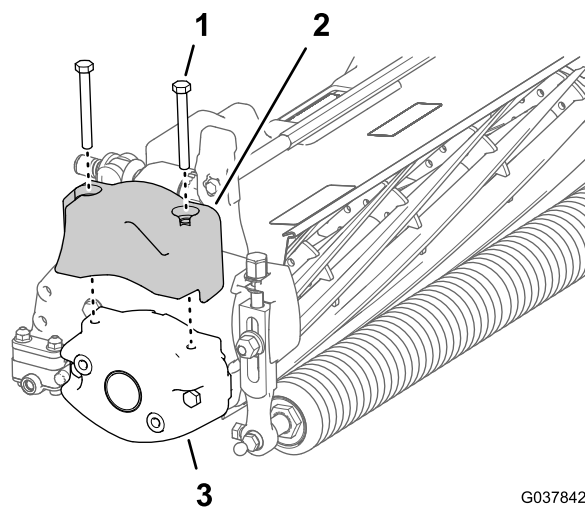

Рисунок 3
5. Если вы устанавливаете данный комплект на режущий блок гибридной машины TriFlex, выверните два колпачковых винта, крепящих противовес электродвигателя к барабану, и снимите противовес (Рисунок 3).